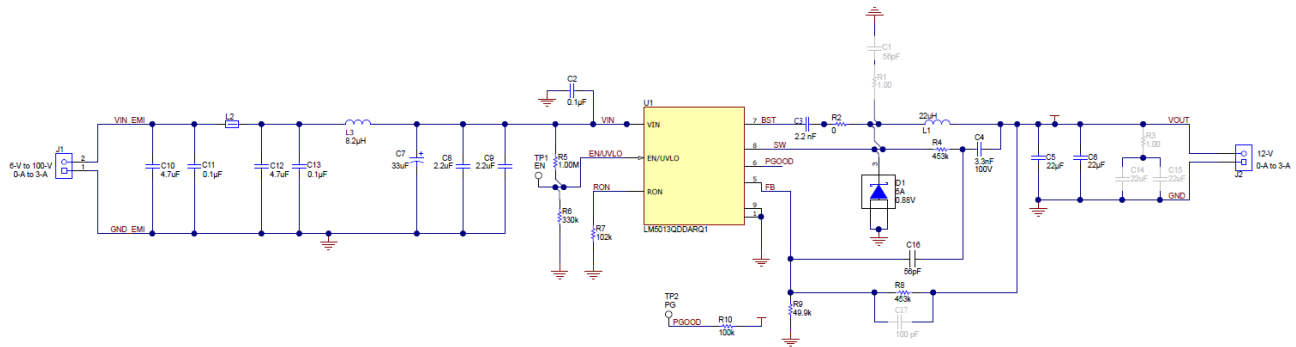
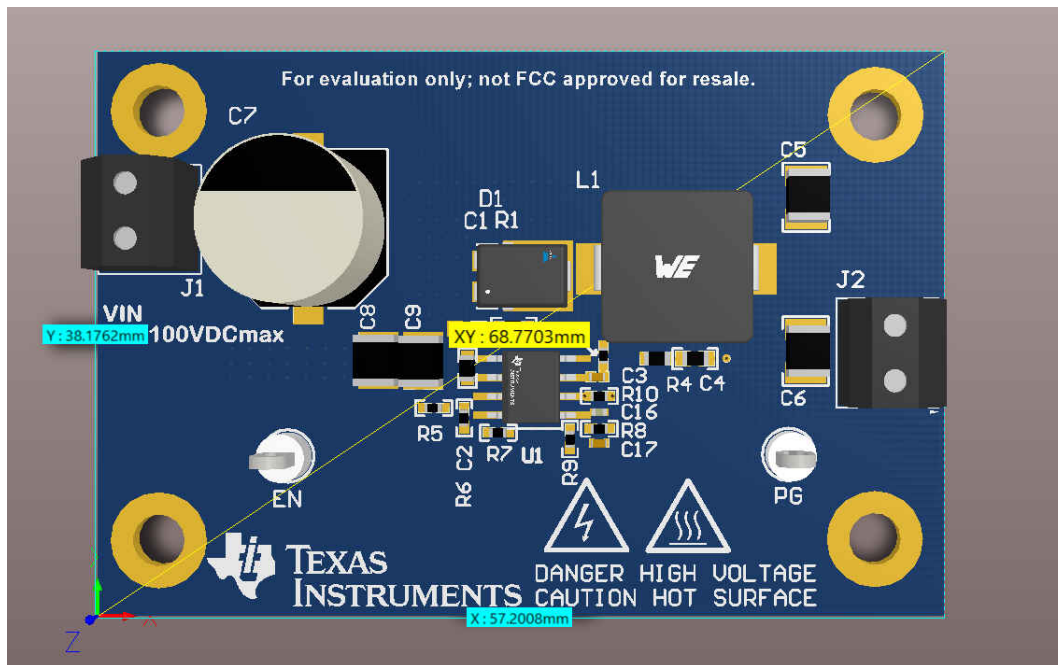

图 2-1. LM5013-Q1EVM 原理图
图 2-2. LM5013-Q1EVM 3-D 图像
LM5013-Q1EVM 旨在展示图 2-1 中所示的小型解决方案尺寸，德州仪器 (TI) 可为高压稳压器提供这种尺寸。小尺寸（如图 2-2 所示）会导致热性能降低。LM5013-Q1 具有超低 IQ 的 100V 输入、汽车类 3.5A 非同步降压直流/直流转换器包含的图（图 2-3）展示了增大 PCB 铜面积如何降低  $R_{\theta JA}$ 。数据表中还展示了用于执行热分析的公式。